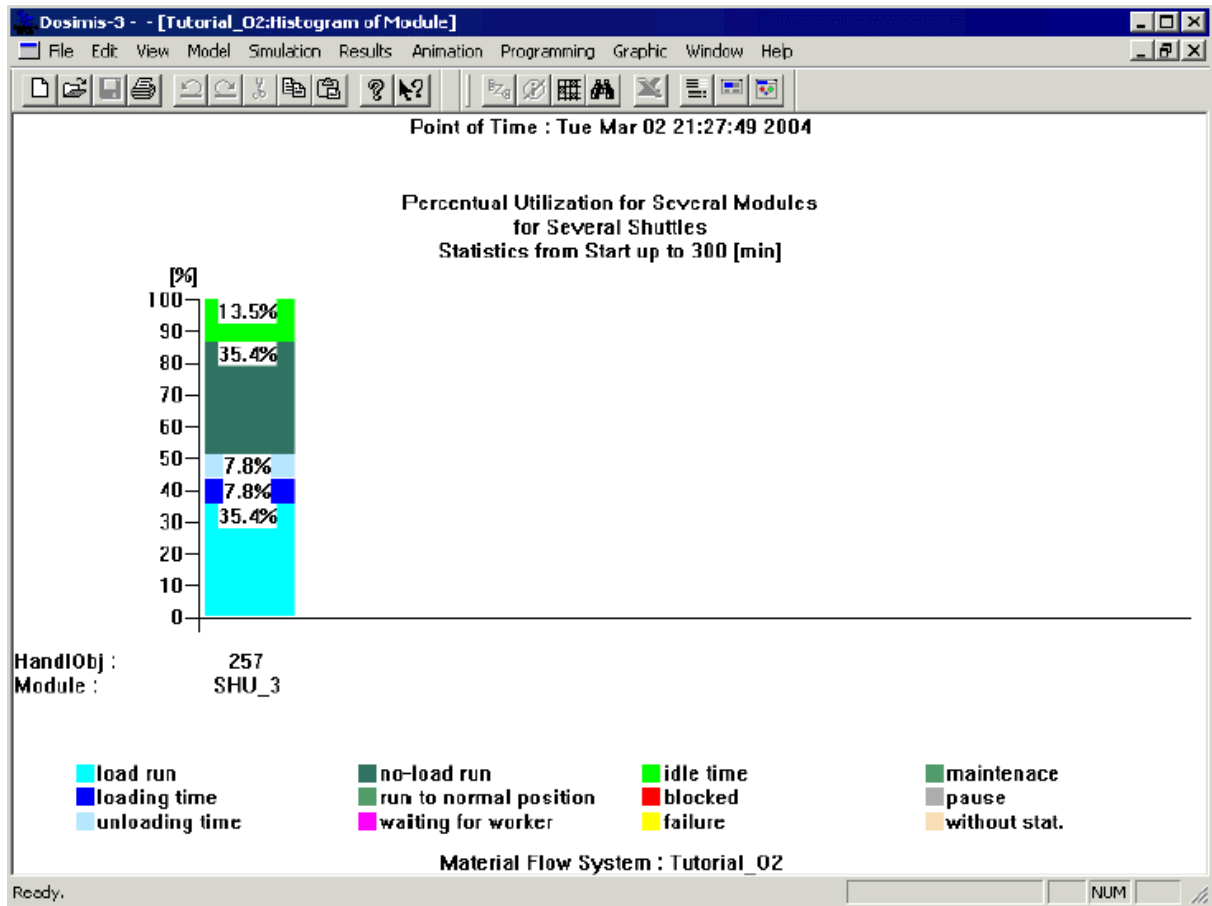

图4.4 校车模块的状态直方图
- c) 通过察看校车模块的状态直方图（图4.4）可以看出，这儿也存在空闲时间，虽然这个比例相对要小。